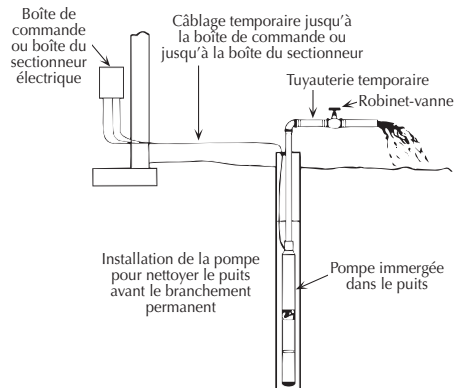

Figure 12 - Typique de la pompe de démarrage
1. Brancher un coude de tuyau, une petite longueur de tuyau et un robinet-vanne sur le refoulement de la pompe, côté tête du puits. (Se reporter à la Figure 12.)